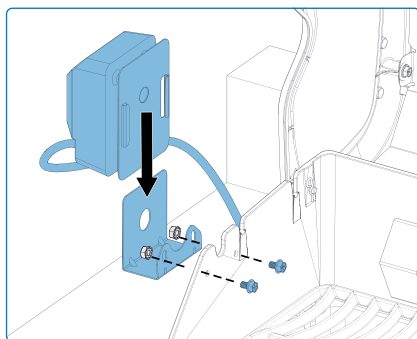

Fig. 3
1. Installez le moteur de rôtissoire sur le côté du grill à l'aide du ou des supports de fixation. Certains modèles sont équipés d'un support prémonté (**Fig. 3**).
2. Une fois le support fixé au barbecue, faites glisser le moteur de la rôtissoire sur le support (**Fig. 3**).